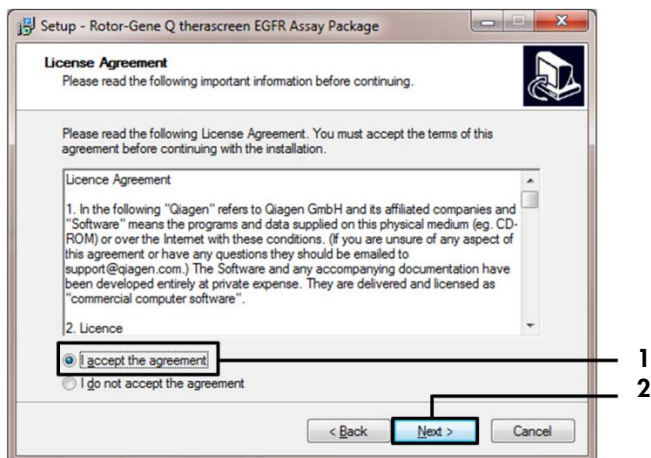

Figura 42. Cuadro de diálogo "License Agreement" (Acuerdo de licencia). 1 = "I accept the agreement" (Acepto el acuerdo); 2 = "Next" (Siguiente).
7. Lea el Acuerdo de licencia del cuadro de diálogo y marque la casilla I accept the agreement (Acepto el acuerdo). Haga clic en Next (Siguiente) para continuar (figura 42).